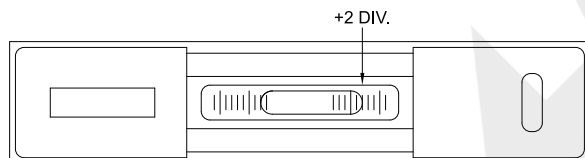

fig.1
2. Não é necessário zerar o aparelho antes do uso. Deslize (não encoste) o nível sobre a superfície da peça a ser medida. Leia a posição da bolha. Considere a fig. 1 abaixo como exemplo: a leitura "+2 DIV." significa que o lado direito está mais alto (a bolha se move para o lado mais alto). Para uma sensibilidade de 0,02 mm/m, a inclinação é de 0.04 mm/m (= 0.00048 pol./pé), e o ângulo de inclinação é de 0.002". Para uma sensibilidade de 0.1 mm/m, a inclinação é de 0.2 mm/m (= 0.0024 pol./pé), e o ângulo de inclinação é de 0.0114°.